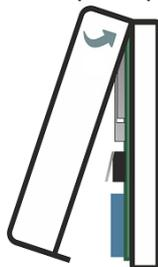

Рисунок 9.1 – Закрытие корпуса ретранслятора
- Закройте корпус ретранслятора и затяните фиксирующий винт (см. рисунок 9.1).